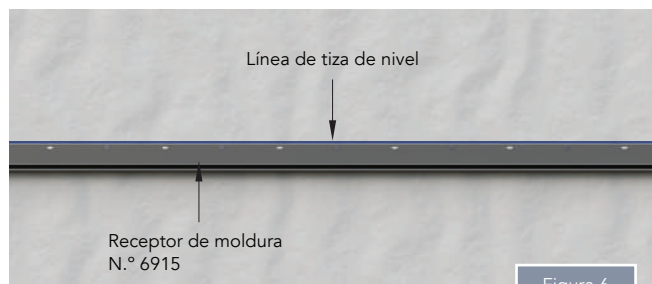

Figura 6
- Instale la última pieza o tramo de revestimiento según las instrucciones de instalación. Utilice las abrazaderas de costura requeridas en los tramos que superan los 12' (3,66 m). No es necesario clavar de cara; los sujetadores del panel se conectarán en la parte superior del panel (Figura 6).
- Ubique el receptor de moldura 6915 en el punto de transición de la pared con el reborde de clavos hacia arriba y nivelado. Fije en cada orificio de clavado. (Figura 6).